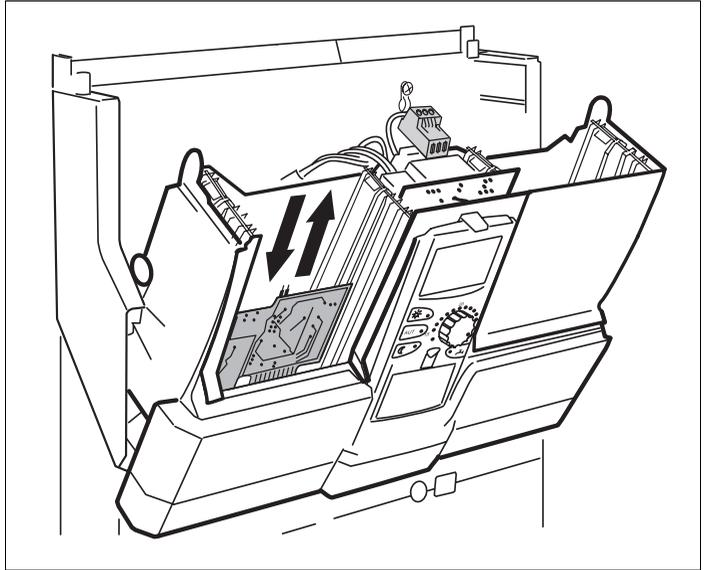

Fig. 11 Remplacement du module FM 455
- Retirer la platine située en-dessous – le module FM 455 (fig. 11).